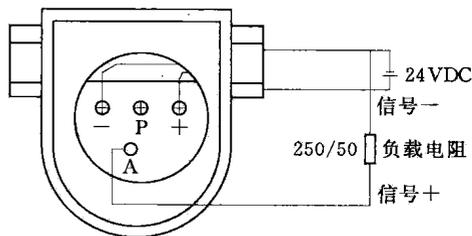

图 1.4
(2) 接线说明。接线如图 1.4 所示。传感器的端子位于中继箱内，电缆线从中继箱的引线口接入，直流电源 12V+ 接中继箱内正 (+)，中继箱内负 (-) 接 24V-，中继箱内负 (-) 作为涡轮流量计输出信号负端，中继箱内 A 为输出信号+ (正)。负载电阻则把电流信号转换成电压信号。